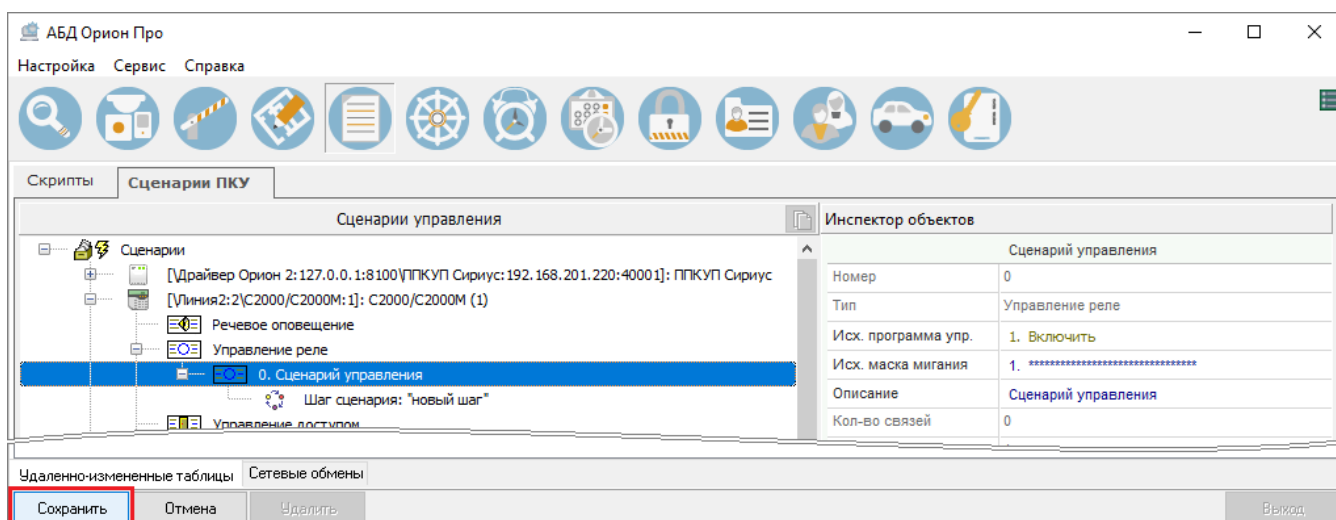

Рисунок 6-623 Выход из режима редактирования с сохранением изменений
- а) нажмите кнопку «Сохранить» (см. Рисунок 6-623);